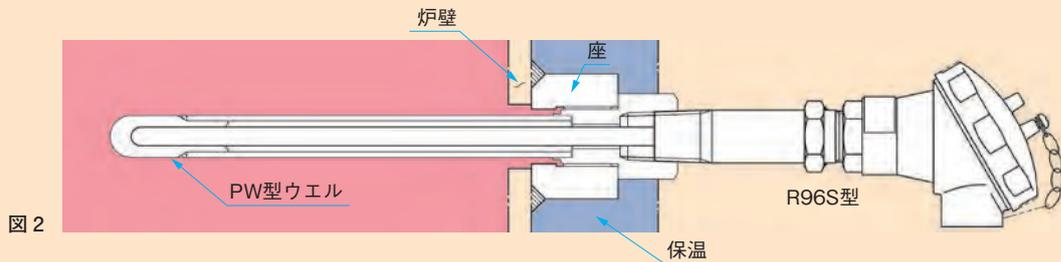

図2
2. 図2は、ボイラのアヒータ出入口空気、ガス温度などの測定用に使われます。PW型のウエルにスプリング圧着式機構を内装したR96S型の测温抵抗体をネジ込んだもので、炉壁にはウエルのネジ部で固定されます。このためウエルの交換が可能です。